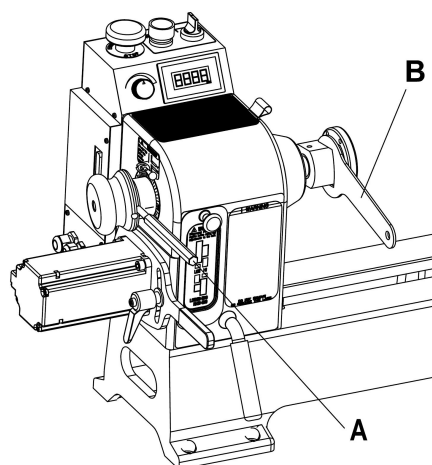

Abb.7
9.10. Die Verwendung der Planscheibe (Abb.7)